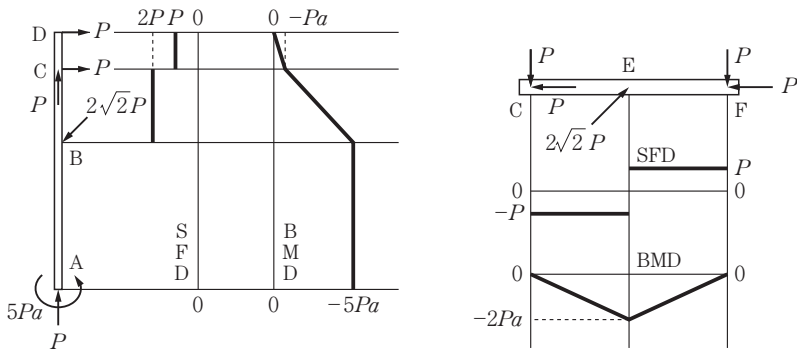

図 5.8
(1) (2) 1章と同様に部材 ABCD, CEF の自由体線図を描いたのち, SFD と BMD を描くと図 5.8 のようになる。